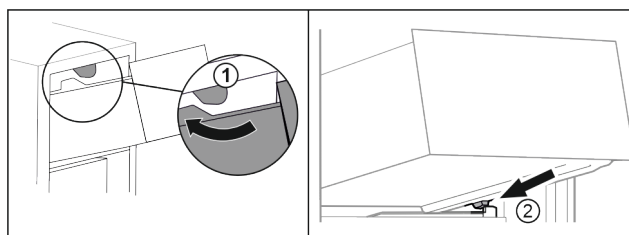

Fig. 74
- ▶ Far passare il cassetto sui fermi superiori. Fig. 74 (1)
- ▶ Applicare il cassetto inclinandolo dietro i fermi inferiori sulla nervatura del contenitore. Fig. 74 (2)